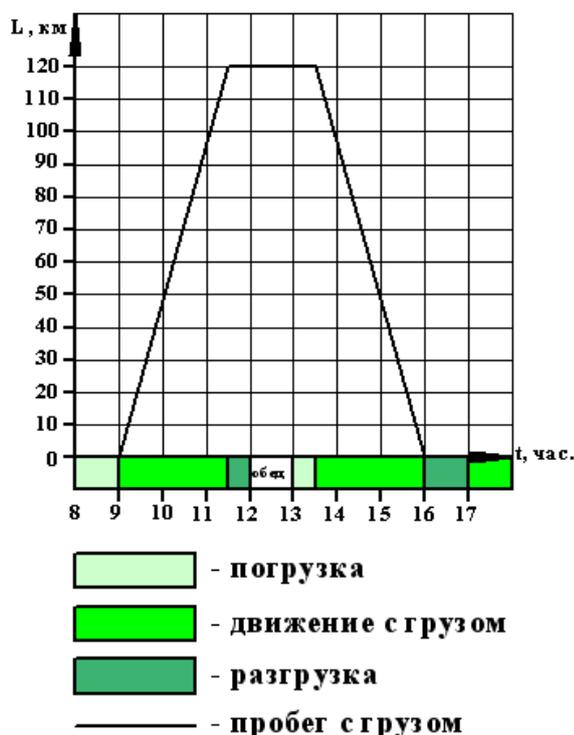

Рис. 3. График движения автомобилей на маршруте
4. С помощью вспомогательных и основных линий вычерчиваем график движения автомобилей на маршруте согласно рис. 3.
5. С помощью штриховки заливаем указанные области на рис. 3.